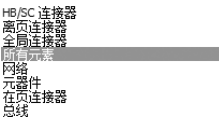

图 8-2 设置搜索对象
1) “搜索对象”下拉列表：用于设置需要查找对象的类型，默认情况下选择“所有元素”，为了精确搜索对象，减少搜索时间，在确定需要搜索对象类型的情况下，可以选择对应的类型，如图 8-2 所示。